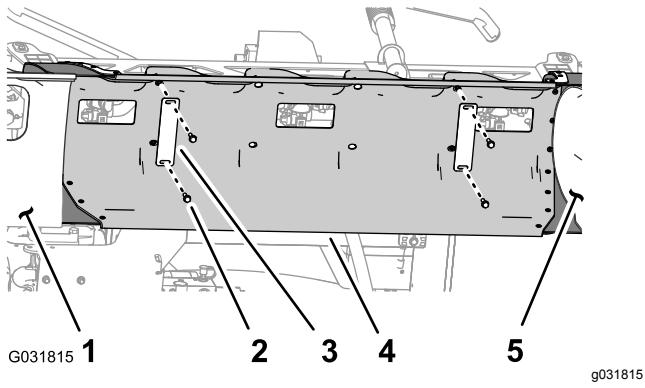

Bild 39
1. Stützen Sie die mittlere Abschnittsabdeckung (Düse 11) ab und entfernen die vier Bundkopfschrauben (5/16" x 1-1/4") und zwei Abdeckungsriemen, mit denen die Abdeckung an der Stützhalterung der Abdeckung befestigt ist (Bild 39).